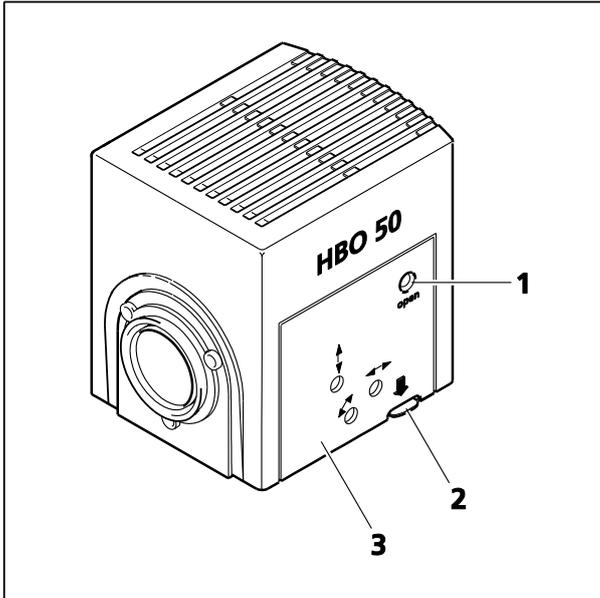

图 3-21 打开 HBO 50
- 使用球头螺丝刀（宽度 A/F 3）拧下夹紧螺钉（图 3-21/1）。
- 将 HBO 50 的解锁键（图 3-21/2）向下推，完全拔出灯泡底座（图 3-21/3）并将其单独放下。
- 将灯泡底座插入灯罩并将其推入，直至其锁定到位。拧紧夹紧螺钉 (图 3-21/1)。